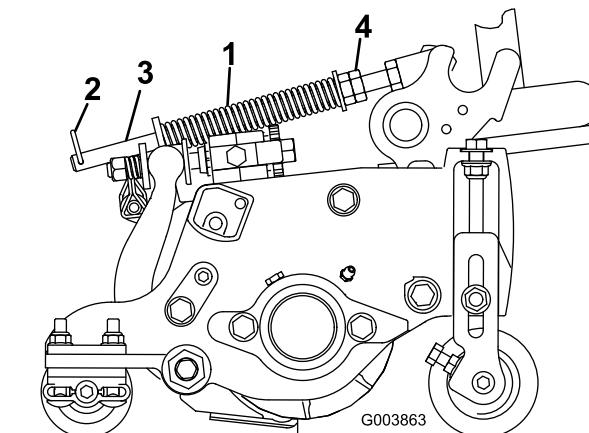

Figura 12
El muelle de compensación del césped (Figura 12) transfiere peso del rodillo delantero al trasero. (Esto ayuda a reducir el patrón de ondulación en el césped.)
1. Asegúrese de que el pasador de horquilla está instalado en el taladro del extremo de la varilla (Figura 12).
2. Apriete las tuercas hexagonales del extremo delantero de la varilla del muelle hasta que la longitud comprimida del muelle sea de 12,7 cm en el Reelmaster 5210 y 5410, con unidades de corte de 12,7 cm, o de 15,9 cm en el Reelmaster 5510 y 5610, con unidades de corte de 17,8 cm (Figura 12).